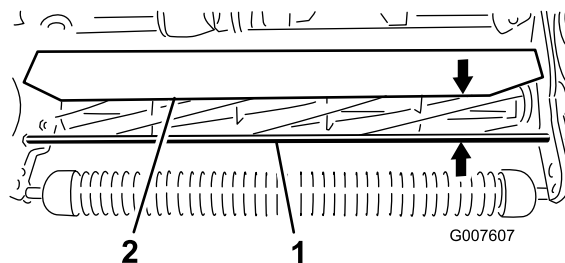

Figure 51
1. Mesurez la distance entre le haut de la tige de support avant et le rebord avant du déflecteur, à chaque extrémité du plateau de coupe (Figure 51).